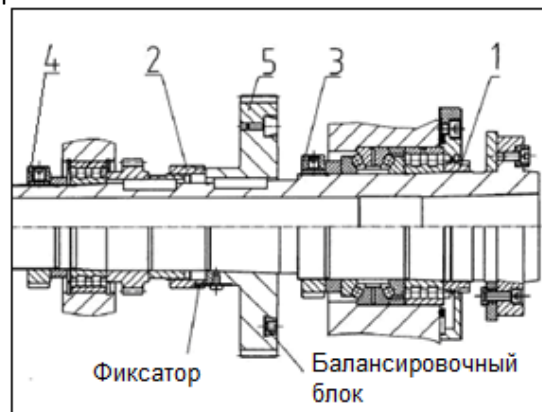

Рис.19
Сначала ослабьте гайку (1, Рис. 19), затем извлеките стопорную шайбу и ослабьте гайку (2). Отрегулируйте люфты переднего и заднего подшипника при помощи гаек (3 и 4). После регулировки затяните все гайки.